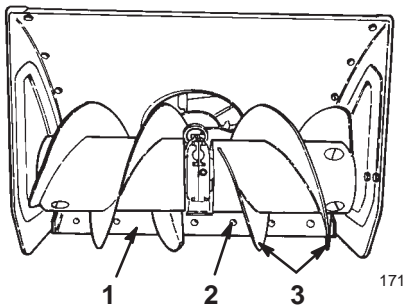

Bild 29
2. Schlossschraube (6)
6. Die *Schneckenblätter* sollten 3 mm vom Boden entfernt sein (Bild 29).
8. Zur Einstellung der Schürfleiste lösen Sie die Schlossschrauben, mit denen die Schürfleiste am Schneckengehäuse befestigt ist, richten die Schürfleiste ein und ziehen die Schlossschrauben wieder an (Bild 29).